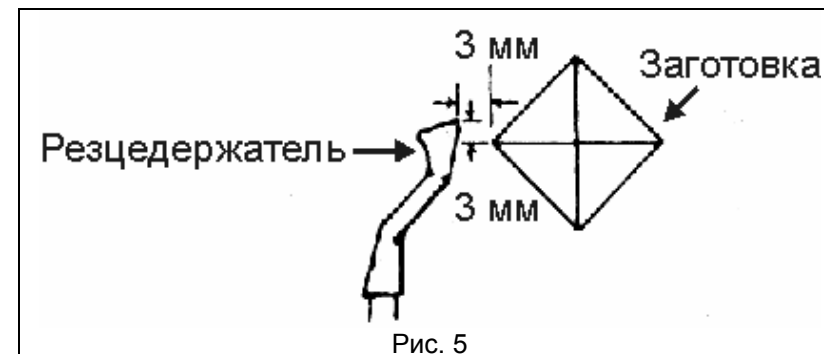

Рис. 5
9.5.3. Отрегулируйте резцедержатель приблизительно на 3 мм от углов заготовки и на 3 мм над линией центров (Рис. 5). Заблокируйте опору резцедержателя и резцедержатель.